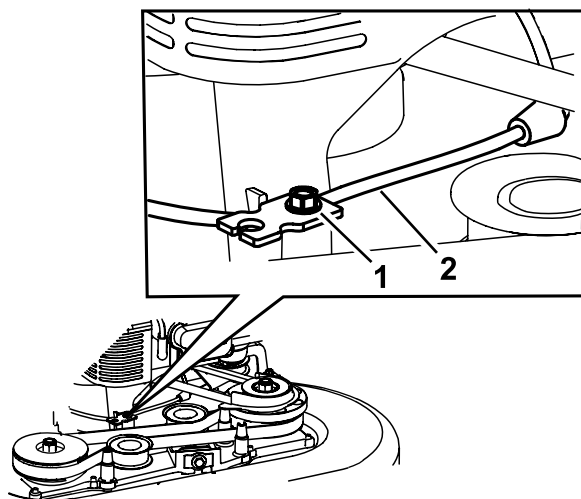

Figura 43
5. Allentate la vite del serrafilo (Figura 43).